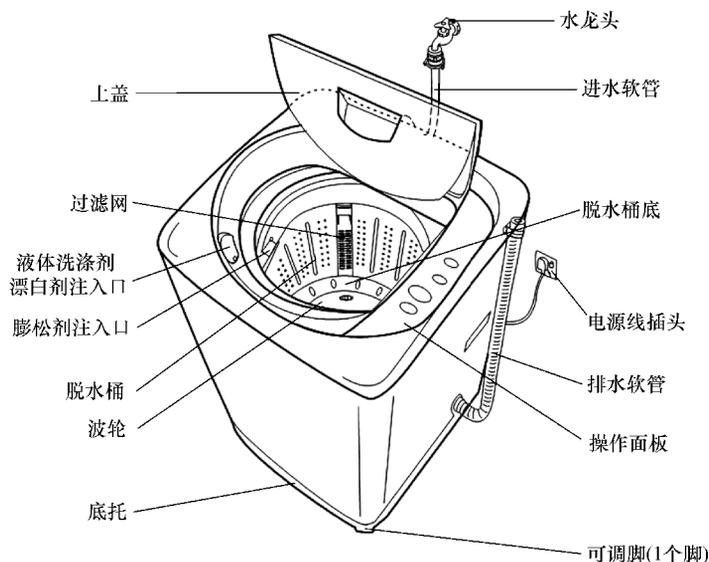

图 6-81 三洋 XQB50 - M805Z 型波轮式洗衣机外形结构
**【附注】** 三洋 XQB50 - M805Z 型波轮式洗衣机外形结构如图 6-81 所示。